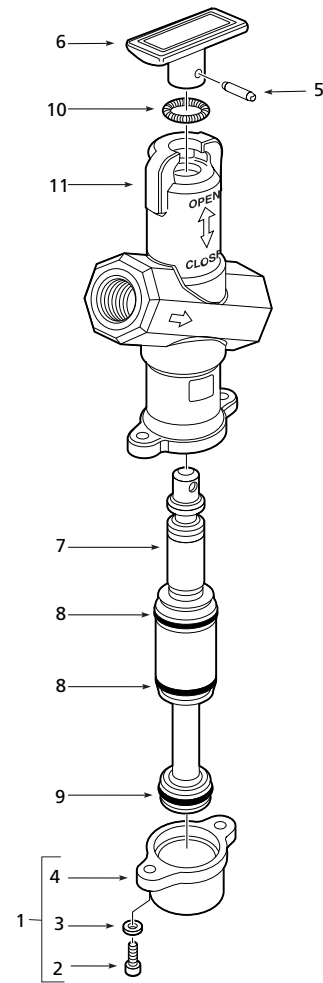

Figure 2 / Figura 2 / Figure 2
## Utilisation (Voir la figure 2)
## Démontage (Voir la figure 2)
3. Démontez en suivant la liste des articles numérotés de la figure 2. Retirer l'épingle (n° de réf. 5) de la poignée en T, puis retirer la poignée. Le ressort de détente (n° de réf. 10) reste dans la cannelure sur la partie supérieure du corps. Retirer la bobine (n° de réf. 7) du corps.
## Nettoyage (Voir la figure 2)
## Montage (Voir la figure 2)
2. Assembler le clapet tel qu'indiqué sur la figure 2. S'assurer que le ressort de détente (n° de réf. 10) est centré dans le corps avant d'installer la bobine (n° de réf. 7).